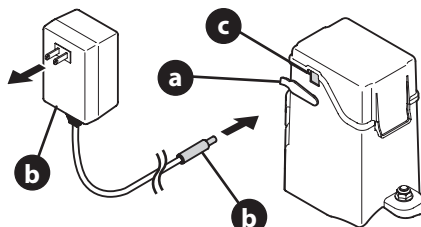

Figura 44
1. Abra la tapa del puerto de carga (a) y enchufe el cable del cargador (b) en el puerto de carga (c) (Figura 44).